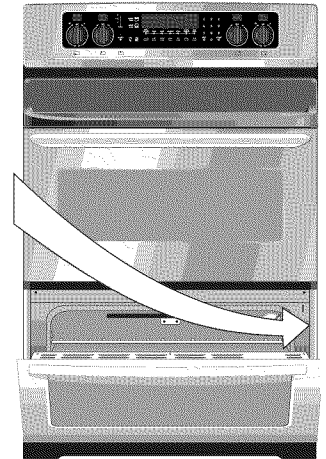

Figura 6
Si los códigos locales permiten la conexión del conductor a tierra del armazón al alambre neutral del cable de bronce del suministro eléctrico (vea figura 6).
2. Utilizar los tuercas suministraron en el paquete de la literatura para conectar la parte neutral del cable de bronce de suministro eléctrico al terminal plateado que se encuentra al centro del bloque terminal y, conectar los otros alambres a los terminales externos. Aparee los alambres y los terminales según el color (alambres rojos conectados al terminal derecho, alambres negros conectados al terminal izquierdo) (vea figura 6).